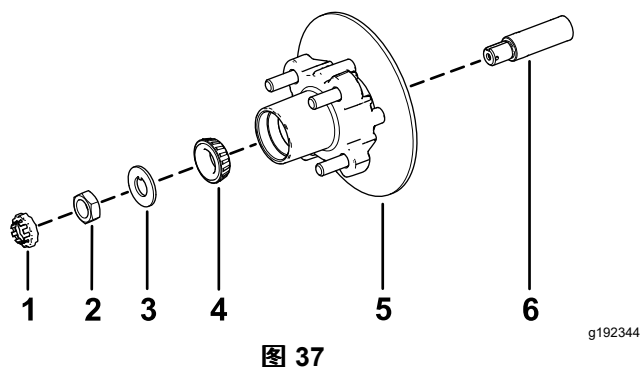

图 37
- 在主轴上涂上薄薄一层指定润滑脂图 37。
- 将轮毂和转子组装到带内转子的主轴上图 37。
- 将外置轴承组装到主轴上并将轴承放置到外置座圈内图 37。
- 将止动垫圈组装到主轴上图 37。
- 将主轴螺母拧到主轴上上紧螺母扭矩至 15N·m 同时旋转轮毂将轴承调整到位图 37。
- 将刹车踏板与转子的任意一侧对齐图 33 将制动盘托盘中的孔与主轴机架的制动器安装架中的孔对齐图 37。